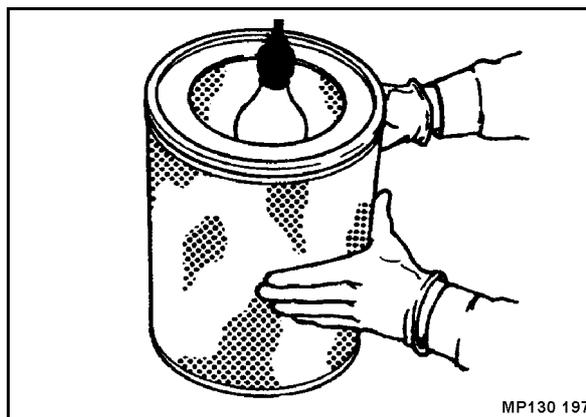

Fig. 223
- Utilizzando una lampadina da ispezione, controllare che la cartuccia del filtro non presenti crepe e fori nella guaina in carta (Fig. 223).